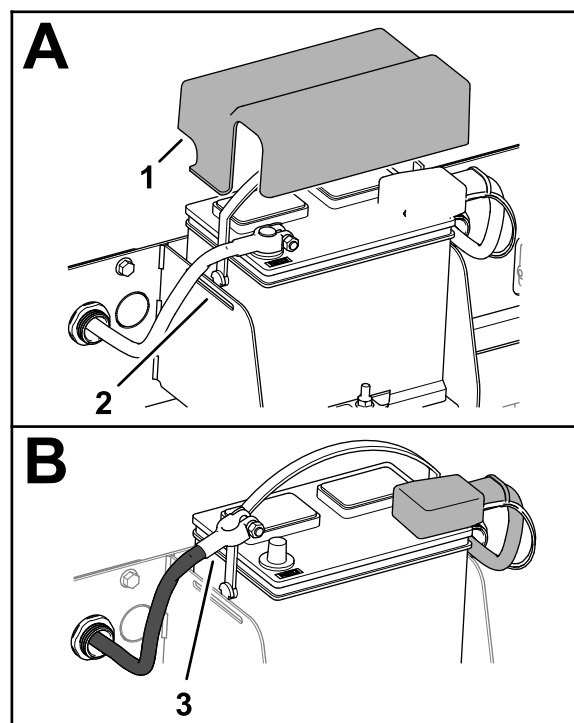

Figure 3
2. Détachez la cosse du câble négatif de la borne négative de la batterie (Figure 3).
1. Appuyez sur les pattes du couvercle de la batterie pour le sortir des fentes dans le support de la batterie, et déposez le couvercle (Figure 3).